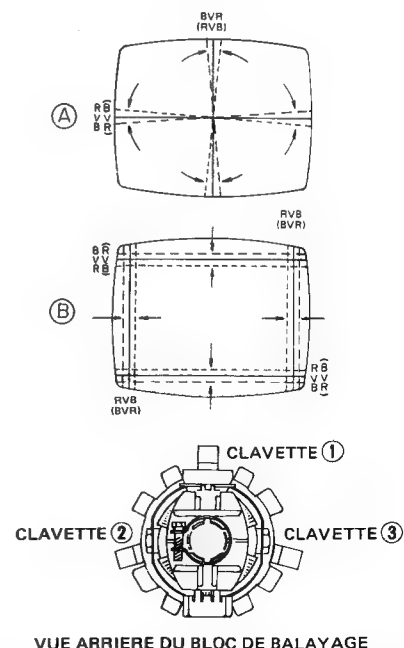

Figure 16. Réglage de convergence dynamique
3. Incliner le bloc de balayage vers le haut et vers le bas, et insérer les clavettes de réglage d'inclinaison ① et ② entre le bloc de balayage et le TCR jusqu'à ce que l'absence de convergence illustrée par la Figure 16 A soit corrigée.
4. Incliner le bloc de balayage vers la droite et la gauche, et insérer la clavette de réglage d'inclinaison ③ entre le bloc de balayage et le TCR jusqu'à ce que l'absence de convergence illustrée par la Figure 16 B soit corrigée.